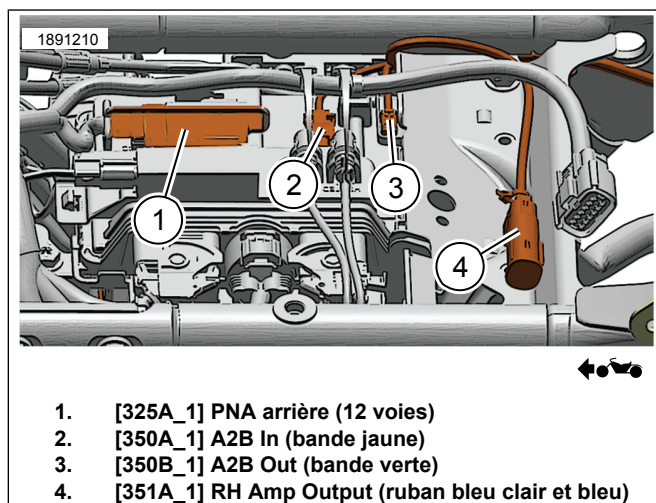

Figure 7. Vue de dessus du routage sous le siège du faisceau externe
- a. Voir la Figure 7. Connectez le connecteur du faisceau externe de la sacoche gauche [351B] au connecteur du faisceau de sortie d'ampli de la sacoche droite [351A] (4) (tous deux identifiés par du ruban bleu).